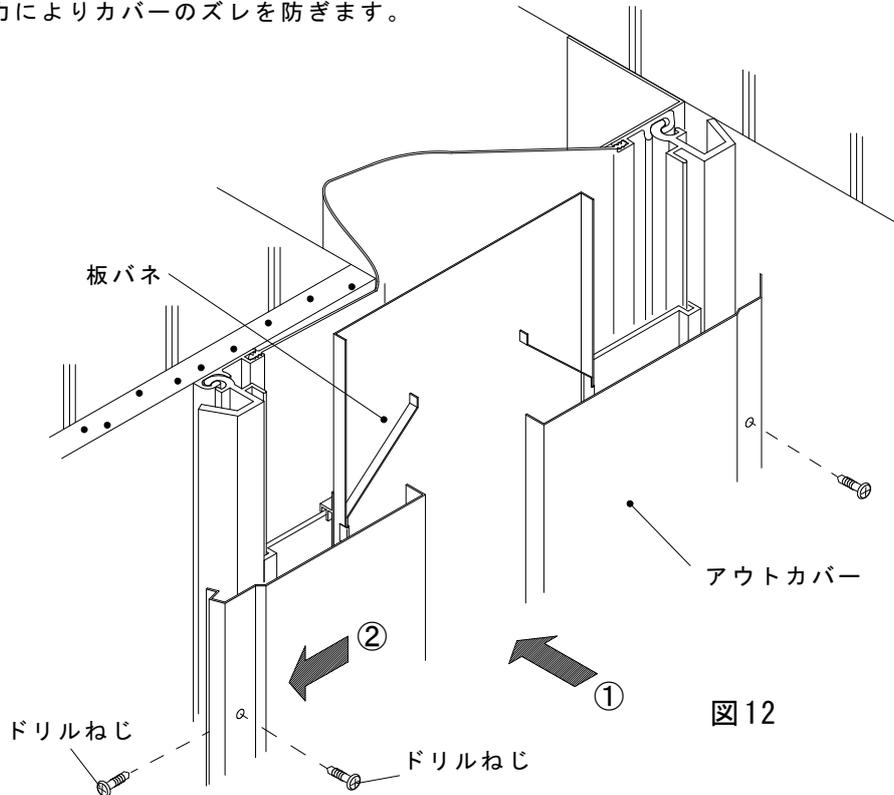

図12
アウトカバーを図12に示すように取付ます。カバーには取付穴が工場加工されていますので、その穴を基準にして各々ねじで固定します。
注) アウトカバーは、図12に示すように①方向からはめ次に②方向へ引っ張るように取付ます。板バネの力によりカバーのズレを防ぎます。